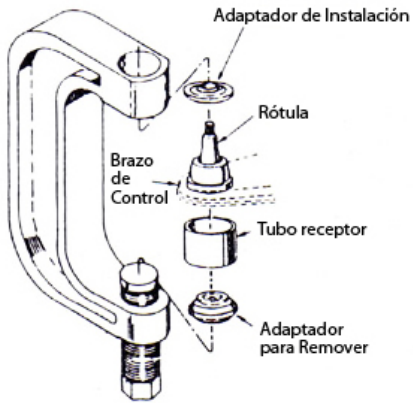

FIGURA 1
1. Ensamble la prensa de rótulas sobre el brazo de control como se muestra en la Figura 1, seleccione el tamaño correcto del tubo receptor, posicione este debajo de la rótula del vehículo como se muestra.